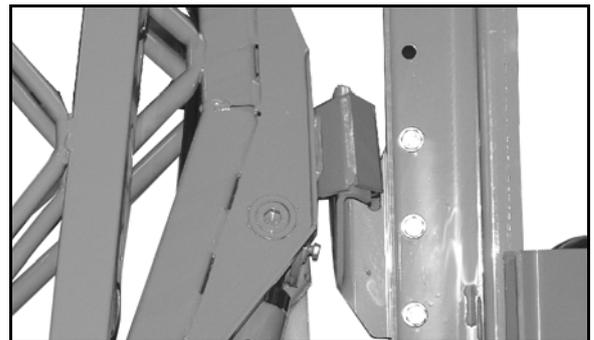

Fig. 10
- Verrouillage en position de transport (Fig. 10) de la rampe **Super S** permettant d'éviter un dépliement accidentel de celle-ci